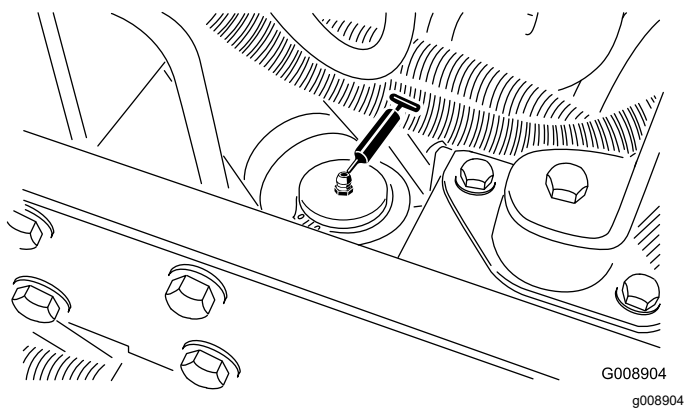

Figura 70
- Cilindru de direcie (Figura 70).